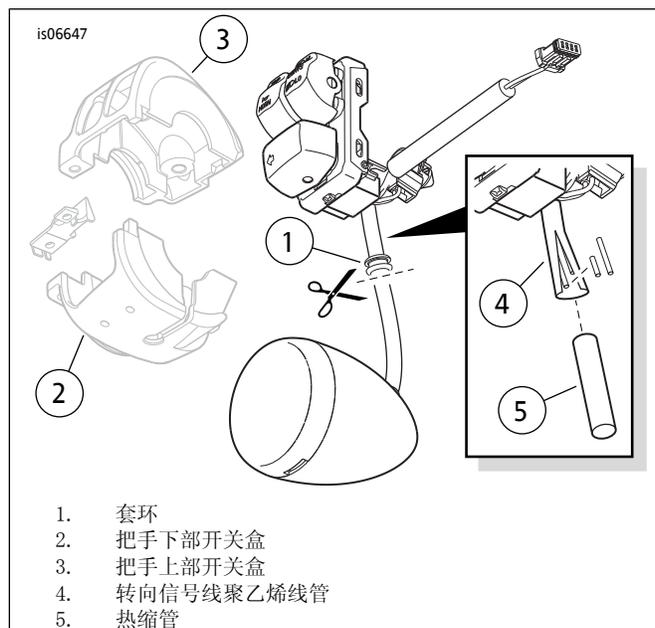

图4。从开关组件剪断转向信号
1. 参见图4。剪断转向信号线和线管,使其与把手下部开关盒(2)下方的套环(1)平齐。